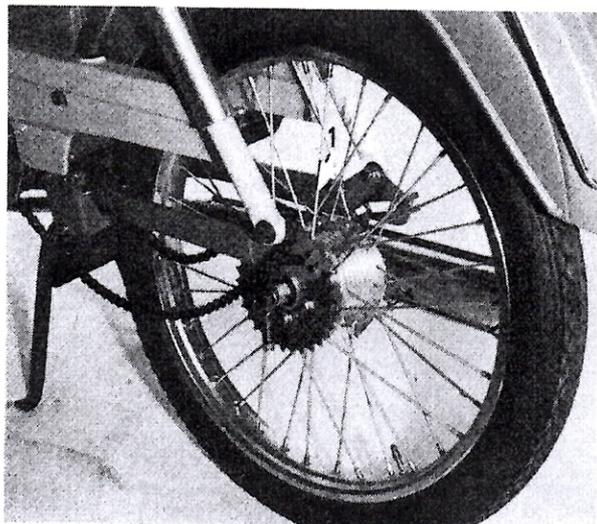
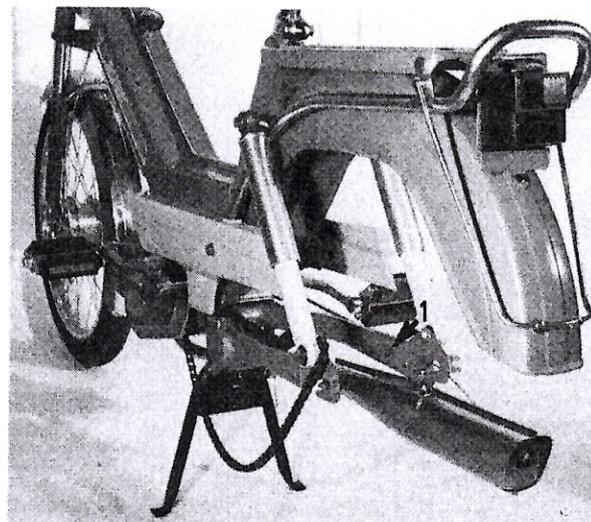

Fig. 11
Fig. 12
- Dégagez la chaîne du plateau arrière vers l'extérieur (fig. 11).
- Engagez la platine de frein (fig. 11 - n° 1) sur la butée de réaction (fig. 12 - n° 1).